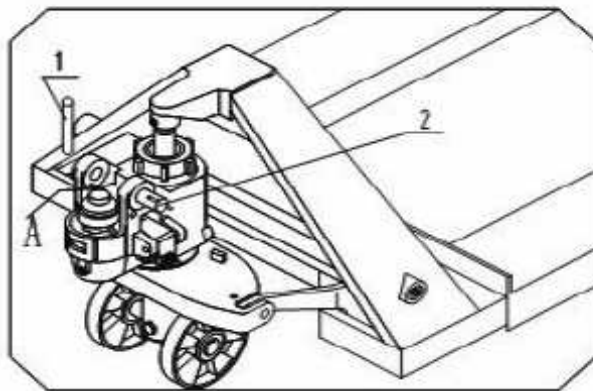

Abb. 1
2.1.1 Siehe Abbildung 1. Entfernen Sie Spannstift 1 aus Spannhülse 2 und ziehen Sie dann Spannhülse 2 heraus.